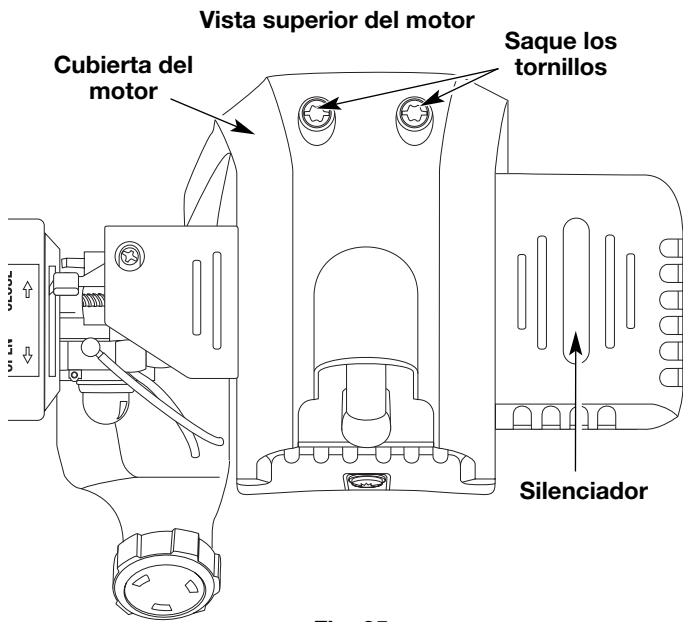

Fig. 25
1. Quite los dos (2) Tornillos de encima de la tapa del motor con un destornillador de pala o Torx #25 (Fig. 25).